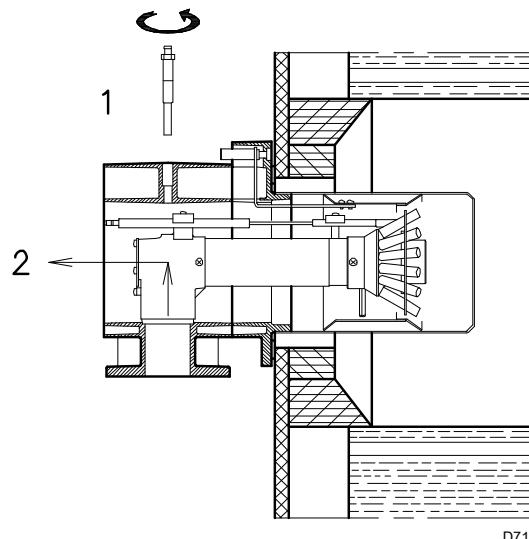

图 13
为了对燃烧头内部（图 13）进行操作，请按如下步骤操作：
- 拆下螺丝 1)(图 13)；
- 取出燃烧头内的部件 2)(图 13)，在对他们进行校准。
如果在上述检查过程中发现探针或点火电极的位置有误，需拆下螺丝 1)（图 13），抽出燃烧头内部部件 2)（图 13）并继续正确设置两个组件。